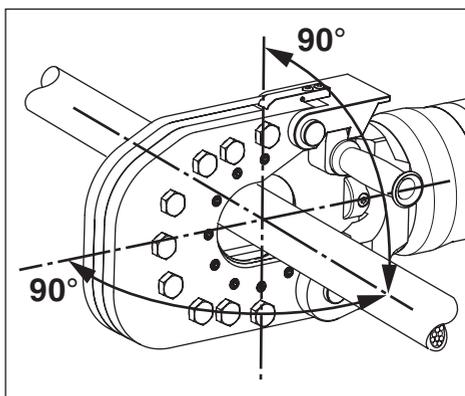

Figure 9, Positionnement du matériau dans la tête de coupe
Positionnez le matériau à couper entre les lames de la cisaille, de manière à ce qu'il soit perpendiculaire à l'axe du piston, comme illustré à la Figure 9. Ce positionnement fournira la découpe de la meilleure qualité, tout en sollicitant le moins possible la cisaille.
5. Assurez-vous de positionner le matériau perpendiculairement à l'axe du piston, comme montré dans la Figure 9. Reportez-vous aux instructions de la section 8.5 pour tout complément d'information.